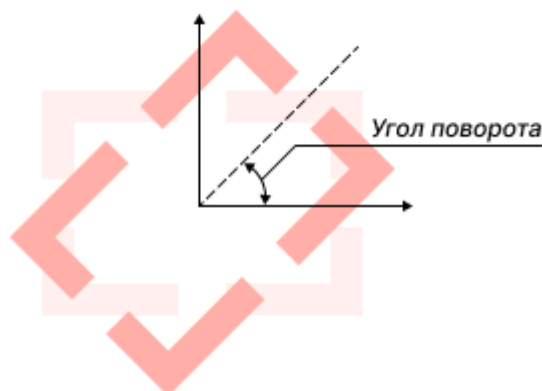

Рис. 214 Поворот апертуры
- Угол поворота – величина угла поворота горизонтальной осевой линии апертуры против часовой стрелки. Значение может быть задано в диапазоне 0 – 359° с шагом 1°, см. Рис. 214.